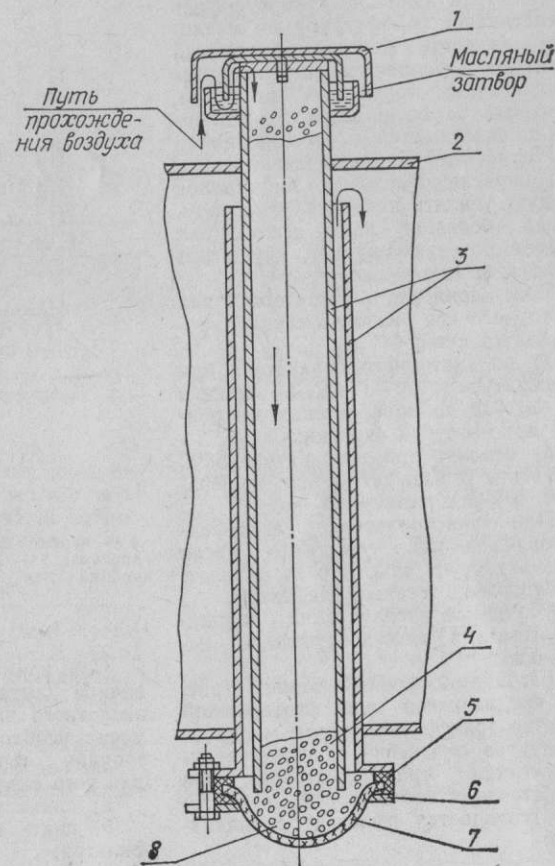

Рис. 2. Воздухоосушитель:
4.1. Воздухоосушитель (рис. 2) предназначен для предотвращения попадания в трансформатор влаги и промышленных загрязнений, поступающих вместе с воздухом при температурных колебаниях уровня масла.